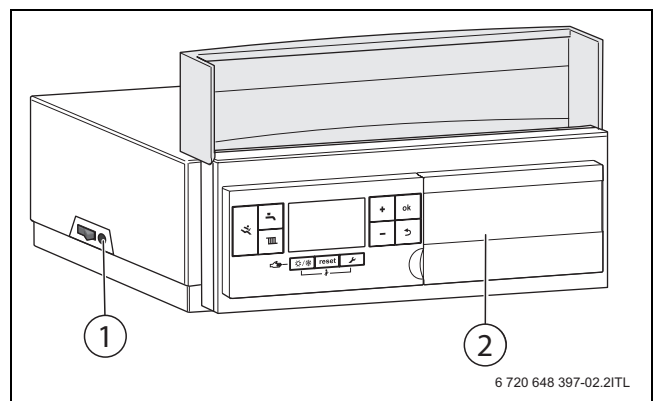

Fig. 10 Sustitución del fusible MC40
Por detrás del diafragma (o de la unidad de regulación), se encuentra una sujeción con un fusible de repuesto (→ fig. 10, [2]).
- ▶ Desbloquear y retirar la placa de fusible con fusible (→ fig 10, [1]) girando en sentido contrario a las agujas del reloj con la herramienta adecuada.